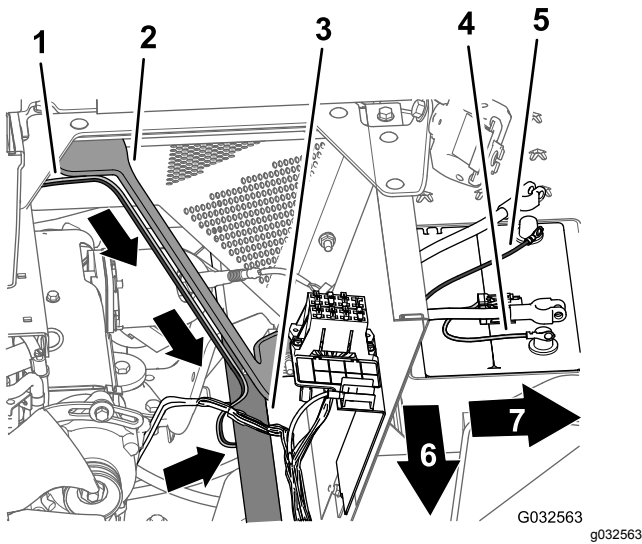

Figure 138
3. Acheminez la branche de 165 cm du faisceau vers le bas, le long du support gauche du carénage du moteur et sous le tube de cadre gauche (Figure 138).
4. Amenez le fusible de 50 A et les cosses à anneau positive et négative de la branche de 165 cm du faisceau au sommet de la batterie (Figure 138).